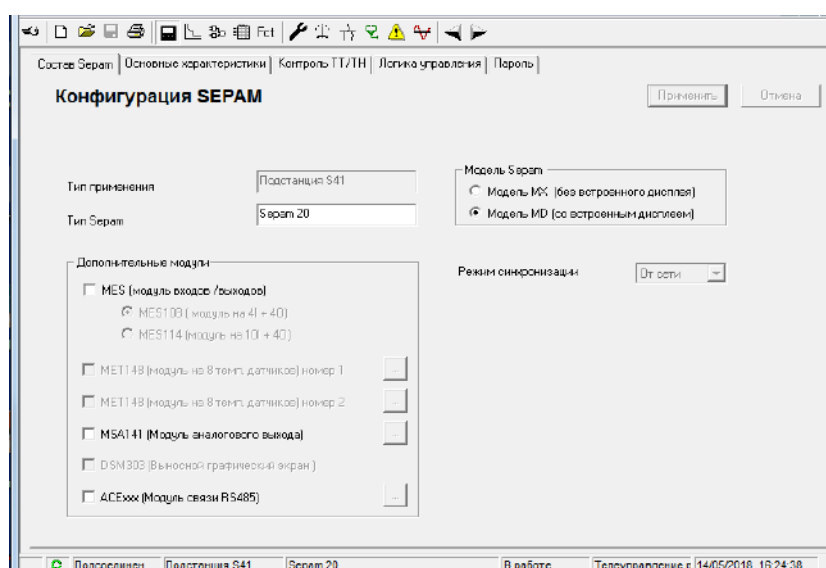

Рисунок 6.3 – Окно «Конфигурация Seram»
7. Открыть вкладку «Конфигурация Seram» (рис. 6.3). В данной работе используется расширительный модуль MES114, следует установить «галочку» напротив. Обозначить название блока, например, «Seram 40». Модель блока выбрать «MD» (со встроенным дисплеем). В текстовом поле «Тип Seram» указать тип – УРОВ.